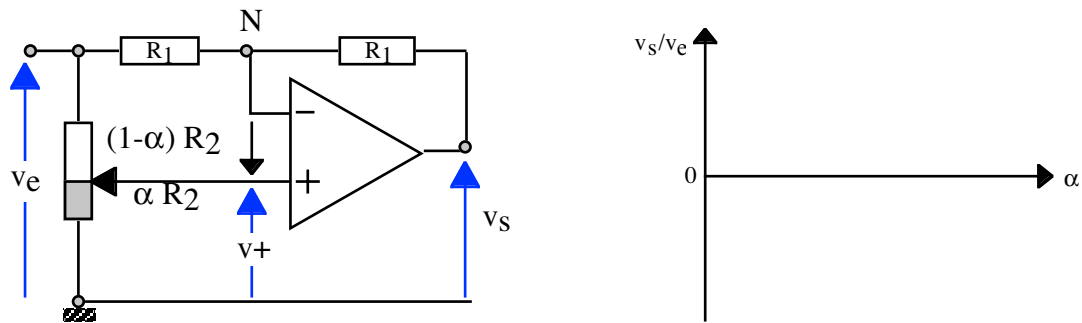

Figure 1
- 1) On considère le montage de la figure 1. Déterminer, en justifiant, le gain en tension du montage en fonction de la position α du potentiomètre ($0 < \alpha < 1$).